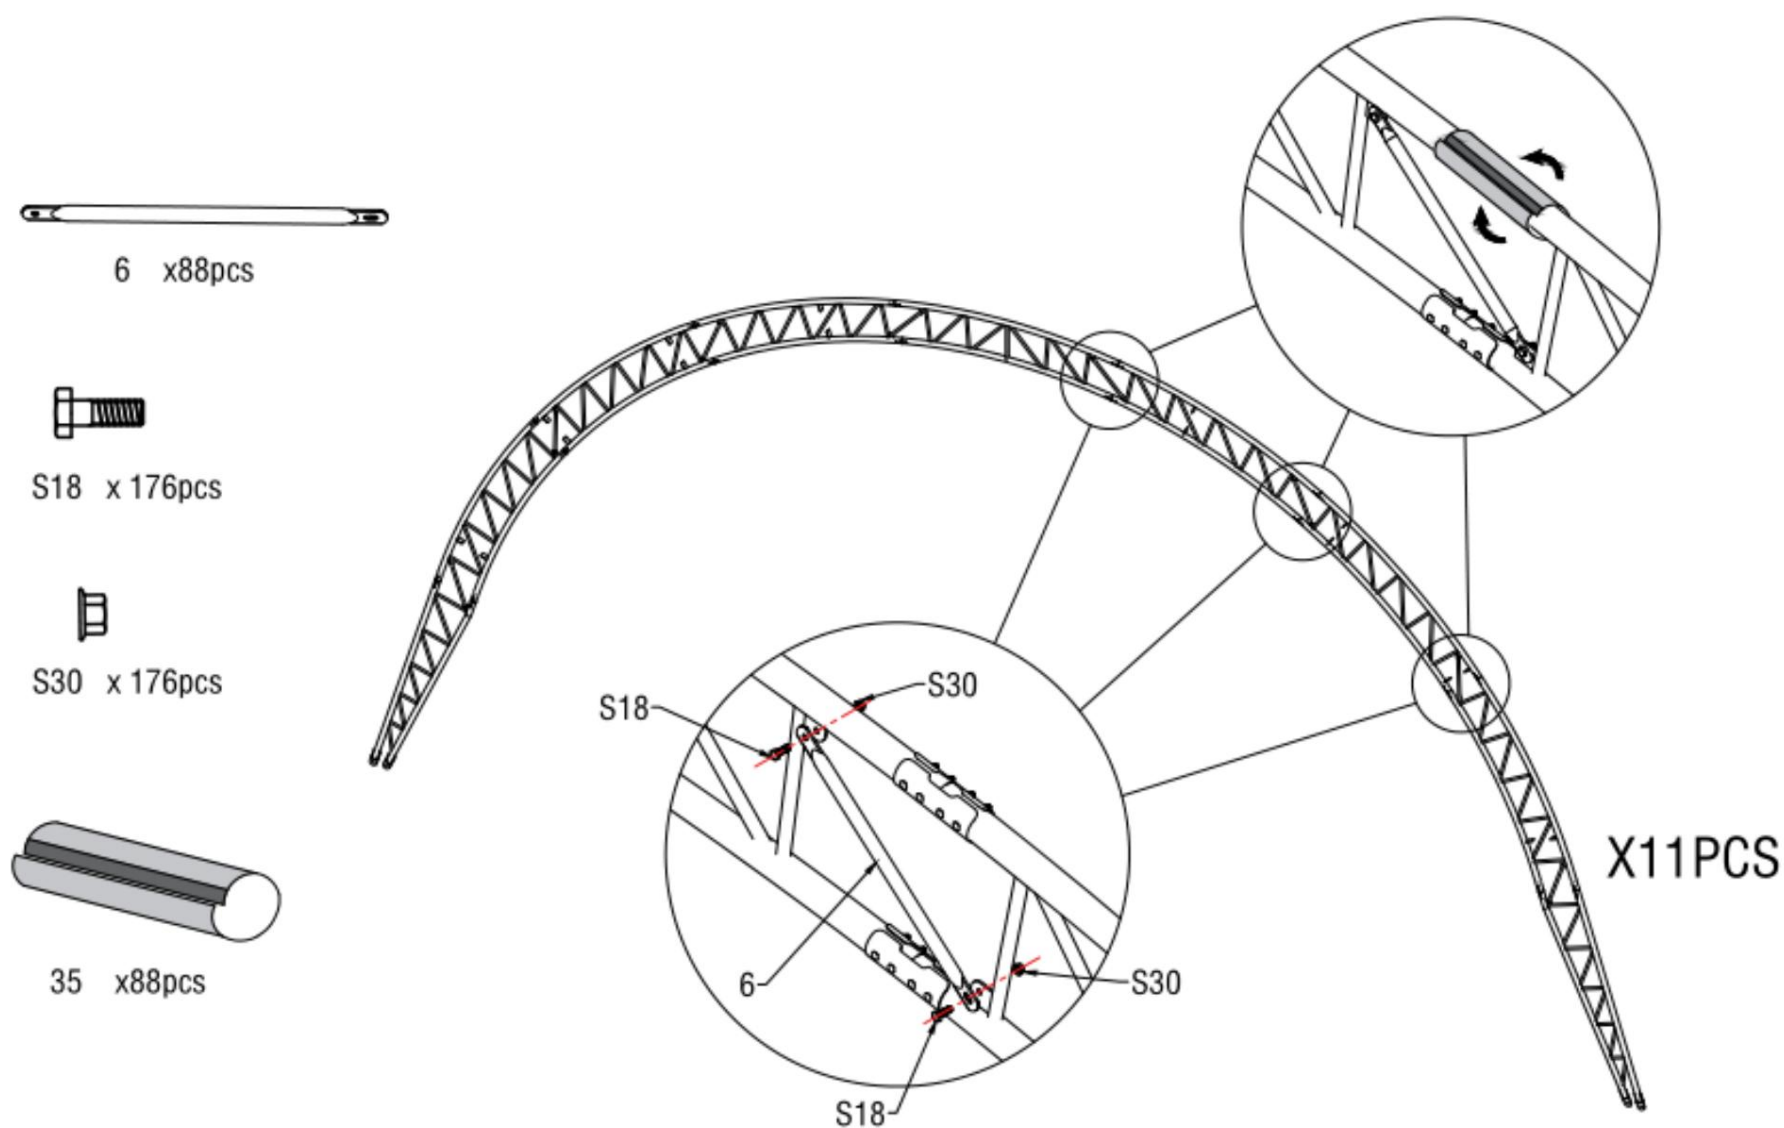

Figure 5
3. Comme le montre la figure 5, utilisez la sangle de support entre l'arche (n° 6) pour connecter le tube de toit supérieur (n° 1) avec un boulon hexagonal 10*30 mm (n° 6). S18). Placez ensuite la protection en PVC sur l'extérieur de la jonction de l'arche afin de protéger la couverture du toit des rayures causées par le joint extérieur. Assemblez le reste de l'autre groupe d'arcs à double ferme comme ceci.